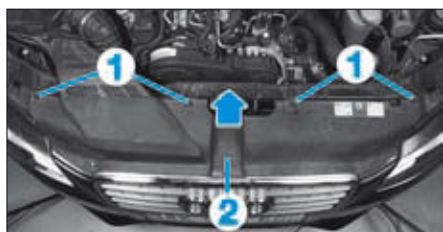

FIG. 49
- Déposer les vis de (1) de la garniture supérieure (2) du bouclier (Fig.49).
- Soulever la garniture supérieure (2) du bouclier et la dégrafer de la grille de calandre en la tirant vers l'arrière.